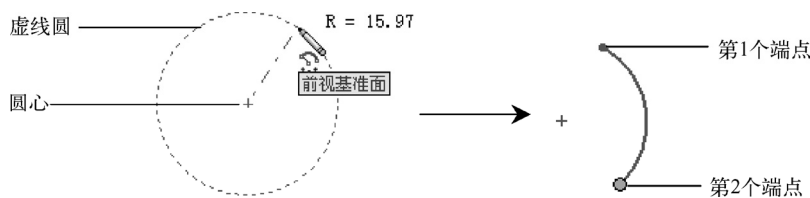

图 2-57 “圆心/起点/终点”方式绘制圆弧操作
- **圆心/起点/终点圆弧：**通过选取弧圆心和端点来创建圆弧。单击“草图”工具栏中的“圆心/起点/终点圆弧”按钮 ，单击指定一点作为弧的圆心，移动鼠标指针，有虚线圆出现，在虚线圆上的两个不同位置各单击一次确定弧的两个端点，即可绘制一段圆弧，如图 2-57 所示。